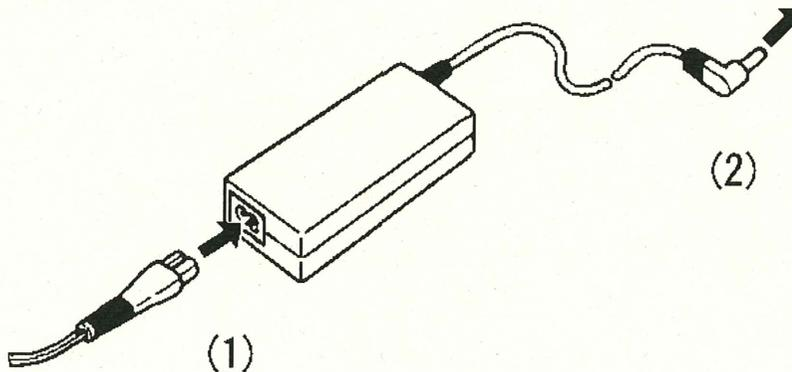

図4-5 ACアダプタ
- (1) 本器の電源が“OFF”になっていることを確認します。
- (2) ACアダプタのAC電源コネクタにACケーブルを接続してください。(図4-5 (1)参照)
- (3) ACアダプタのDCジャックを接続機器(ハンディサーチ/プリンタ)に接続してください。(図4-5 (2)参照)
- (4) ACアダプタのACケーブルをコンセントに差し込みます。